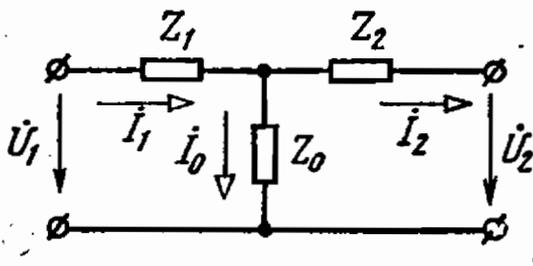

Рис. 5.12
5.12. На рис. 5.12 приведена Т-образная эквивалентная схема обратимого четырехполюсника при синусоидальных напряжениях и токах. Составить уравнения, выражающие линейную зависимость напряжения \dot{U}_2 и тока \dot{I}_2 выходной ветви при указанных на схеме положительных направлениях токов и напряжений. Комплексные